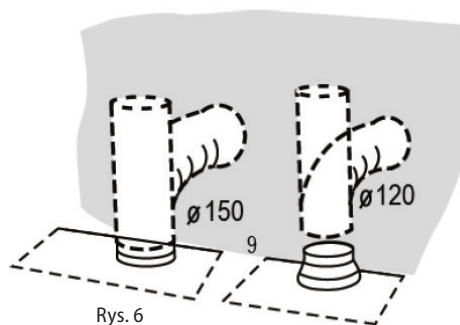

Rys. 4
4. Wywierć otwory i przymocuj okap kuchenny, jak pokazano na Rys. 4.
7. Do zawieszono okapu kuchennego podłącz dolną i górną część komina (Rys. 4). Górną część wysuń do wymaganej wysokości i na ścianie zaznaczyć otwory do przymocowania uchwyty górnej części komina. Następnie zdejmij dolną i górną część komina.
8. Wywierć otwory i przymocuj uchwyt górnej części komina, jak pokazano na Rys. 4.